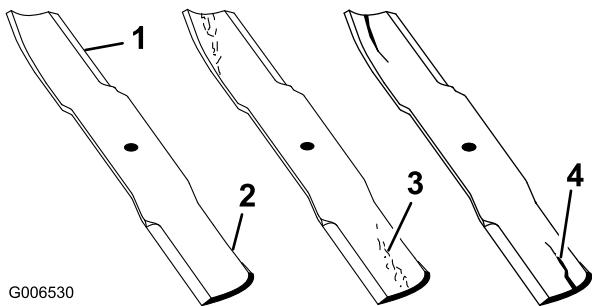

Figure 40
1. Examinez le tranchant des lames (Figure 40). Si elles ne sont pas tranchantes ou si elles présentent des indentations, déposez et affûtez les lames (voir Affûtage des lames).
2. Inspectez les lames, surtout la partie relevée (Figure 40). Remplacez immédiatement toute lame endommagée, usée ou qui présente une entaille (repère 3 de la Figure 40).